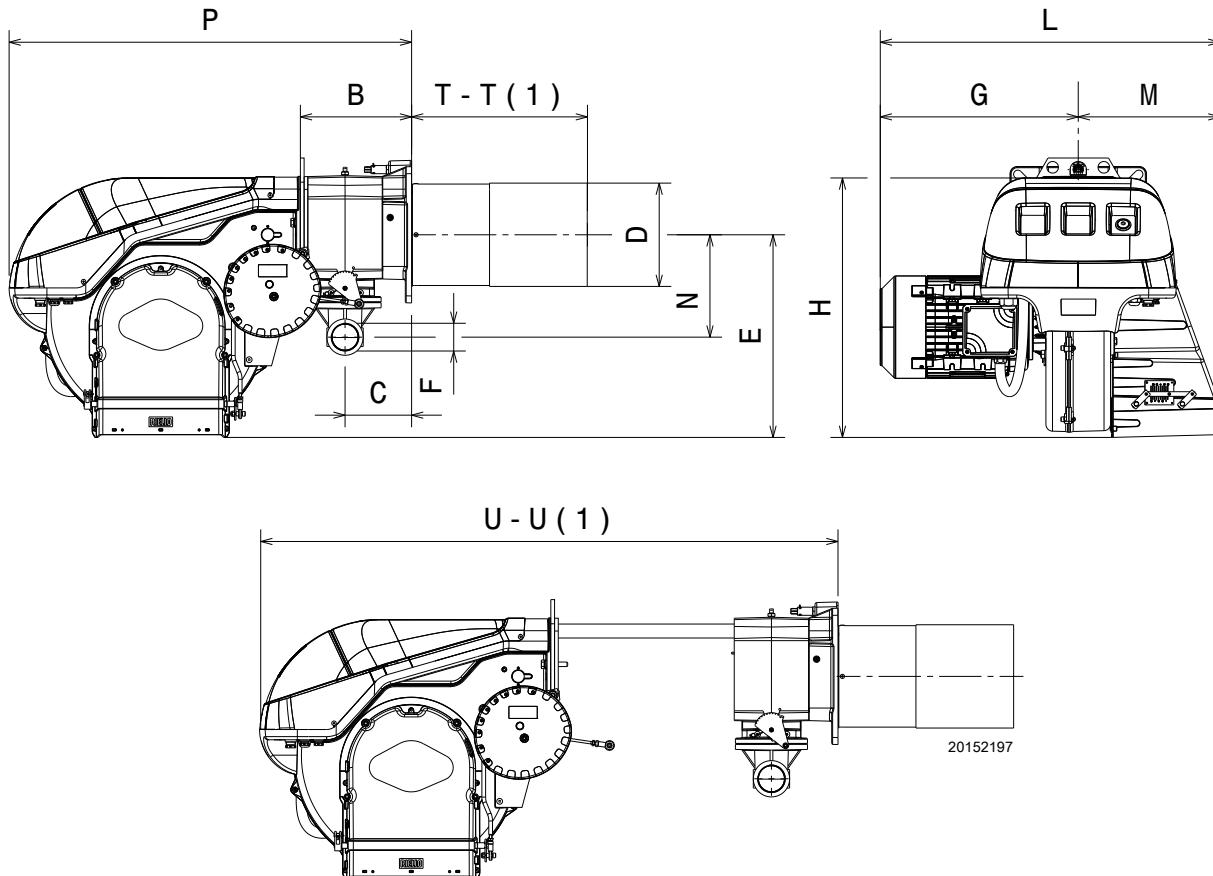

图 1
燃烧器的最大尺寸见图 1。
* 锅炉门的最大深度称为尺寸“l”(图 1 页 8)。